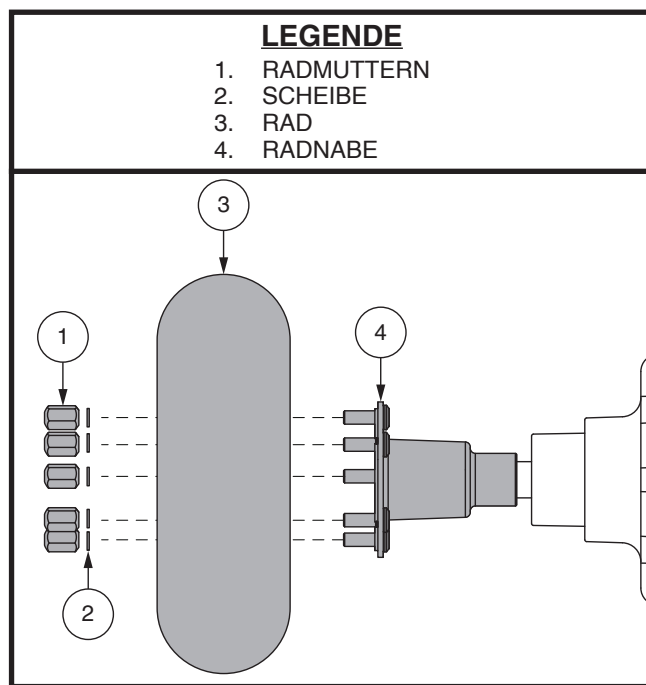

Abb. 26. Reifenradenthebung
3. Entfernen Sie des Radmutter und scheiben von der Radnabe. **Siehe Abb. 26.**